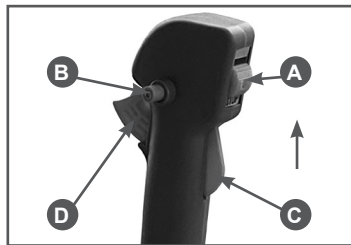

Рис. 9 Ручка управления
4. Установите выключатель зажигания А в верхнее положение (Рис. 9).
5. Нажмите одновременно на стопорный рычаг С и рычаг газа D. Зафиксируйте рычаг газа в нажатом состоянии кнопкой В (Рис. 9).
обходимо быстро нажать и отпустить рычаг газа D (кнопка блокировки В при этом освободится) (Рис. 9). Прогрейте двигатель в течение 30 секунд.
4. Переверните устройство свечным отверстием вниз и зафиксировав рычаг газа в нажатом состоянии кнопкой В (Рис. 9), несколько раз сильно и часто дерните за ручку стартера для удаления лишнего топлива из цилиндра.
2. Дайте двигателю поработать без нагрузки в течение 15-20 секунд, затем заглушите двигатель, установив выключатель зажигания А (Рис. 9) в положение «STOP» (ВЫКЛЮЧЕНО).